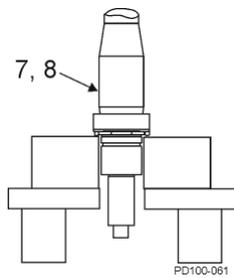

Abbildung 47 - Schmieren der Welle
1. Schmieren Sie den vorderen Lagerbereich der Welle (Abbildung 47, Pos. 7, 8) mit Öl oder Fett. Setzen Sie sie aufrecht in eine Hydraulikpresse, das Flüssigkeitsende zeigt nach unten.